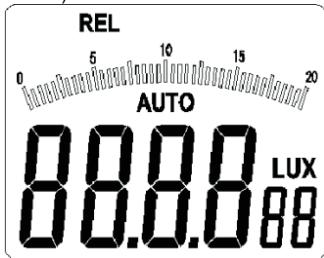

Рисунок 3-1-2A
- Коротко нажмите кнопку «REL/PEAK» (кнопку включения относительных измерений/ измерения пиковых значений), и в верхней левой части дисплея появится индикатор «REL» (см. рисунок 3-1-2A), а прибор переключится в режим измерения относительных значений.